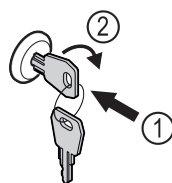

Fig. 128 Beispielhafte Darstellung
- Schlüssel hineindrücken Fig. 128 (1).
- Schlüssel um 90° im Uhrzeigersinn drehen Fig. 128 (2).